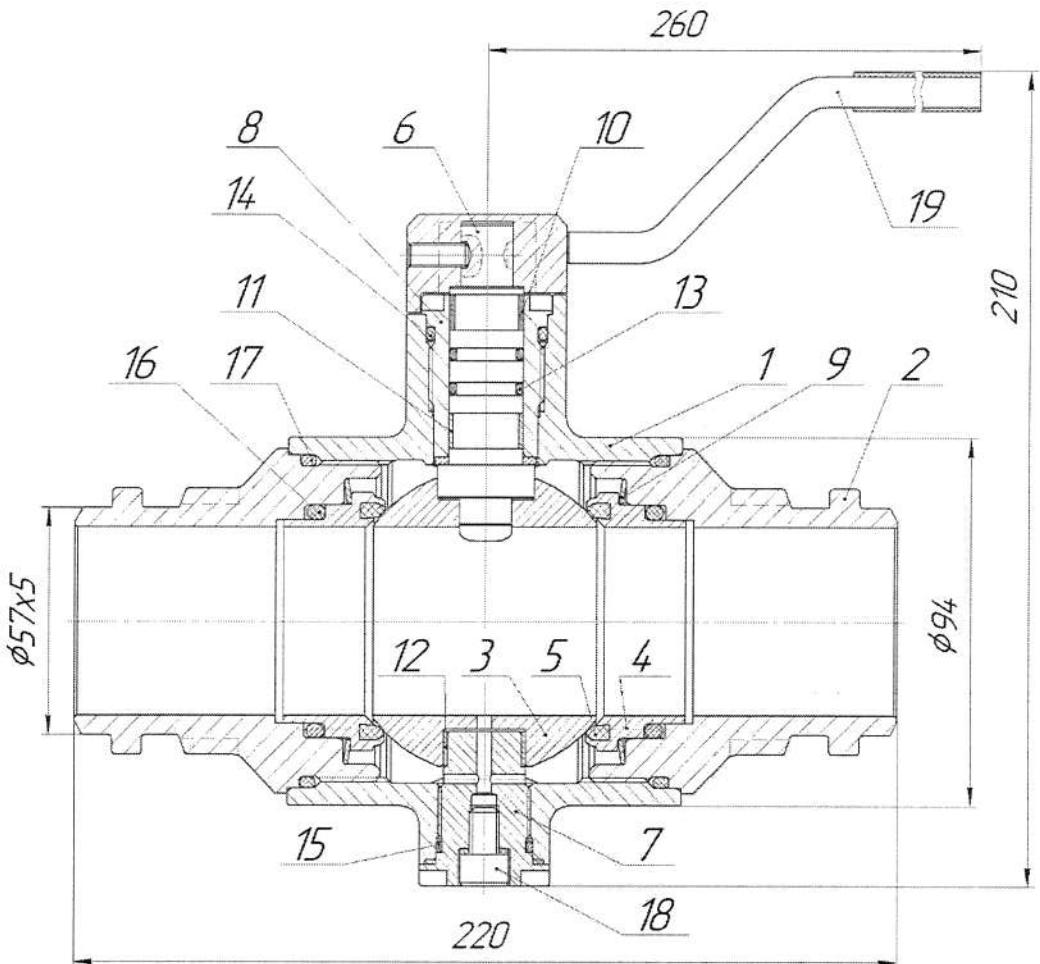

Рисунок 1 – Кран шаровой DN50 PN80 с ручным приводом надземной установки.
2.13. Устройство крана и материалы основных деталей (Рисунок 1):